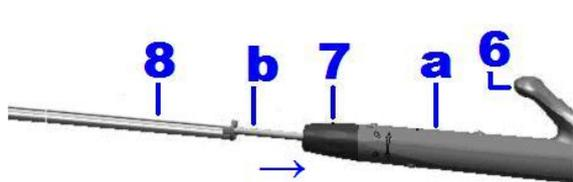

Fig.2
4.2- Montage des tubes (Fig.2 & 3)
Remarque : si besoin, replacer soigneusement le câblage (b) à l'intérieur du tube inférieur (a) (Fig.2)